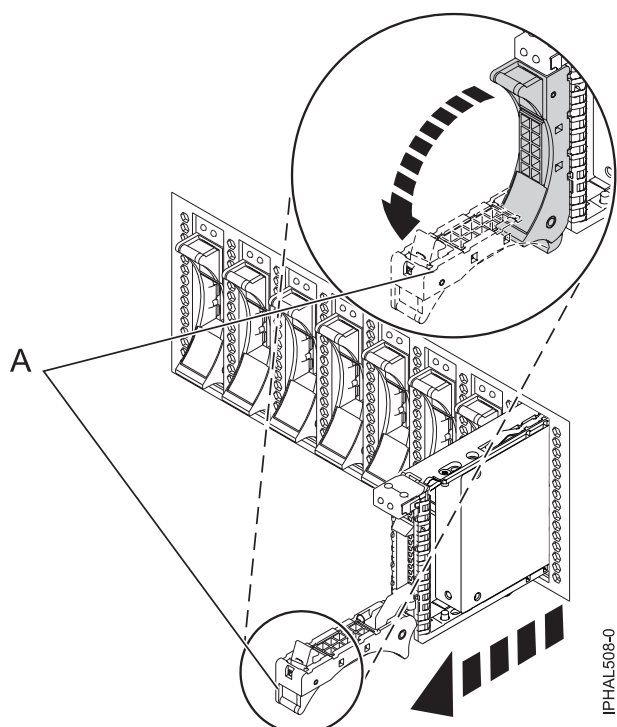

Figura 6. Extraer la unidad de disco de la placa posterior
- 1) Desbloquee el asa de la unidad de disco (A) y tire de ella hacia usted para desencajar la unidad de disco.
- 2) Coloque una mano debajo de la unidad de disco y, con cuidado, saque del sistema la unidad tal como se muestra en la Figura 6 en la página 8.